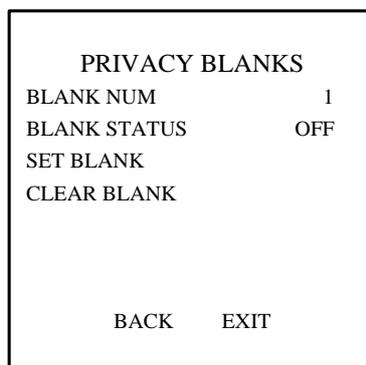

Figure 3-9 Menu de configuration du masque de confidentialité
- Sur l'écran d'affichage en direct, vous pouvez appeler le préréglage 11 deux fois dans un délai de 5 secondes pour ouvrir le menu **SET TITLE**, comme le montre la figure 3.9.